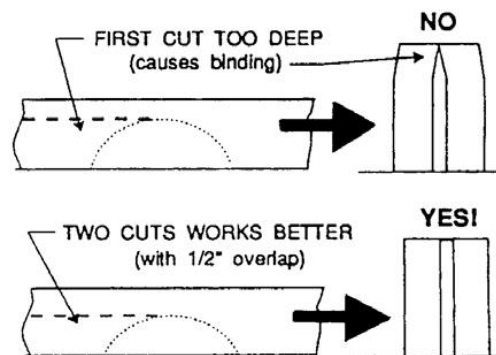

Рис. 32
- Не используйте упор для распила под углом 45 градусов и параллельный упор в одной и той же операции, если к параллельному упору не прикреплен накладка, чтобы позволить торцеванной части заготовки прибывать в свободном перемещении, при торцевании следующей части (рис. 32).
Деление - операция пиления, в которой толстые доски распиливаются на несколько тонких. Узкие доски до 75мм могут быть распилены по высоте за один проход. Более толстые доски до 150мм должны быть распилены по высоте за два прохода с переворотом. В распиловке более толстых досок, установите высоту пильного диска, чтобы наложить на два пропила 1/2" высоту зуба, как показано на рис. 32. Слишком глубокий первый пропил может привести к зажиманию пильного диска и возможным травмам на втором